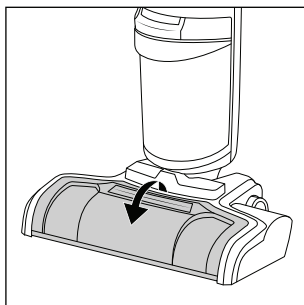

Fig. 33
- ◆ Prendere il paraspruzzi **7** dall'alto, sul bordo di presa (**PULL**) e tirarlo in avanti per rimuoverlo dal piede **3** (vedere fig. 33).